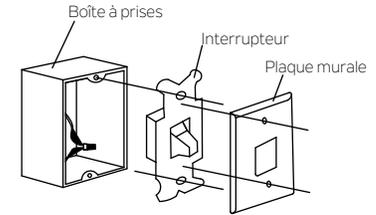

Fig. 19
Étape 1. Retirer la plaque murale présente et l'ancien interrupteur de la boîte à prises murale. Joindre les fils NOIRS (sous tension) avec un écrou et les introduire à l'intérieur de la boîte à prises. (Fig. 19) ou sélectionner l'emplacement avec une nouvelle boîte à prises murale.